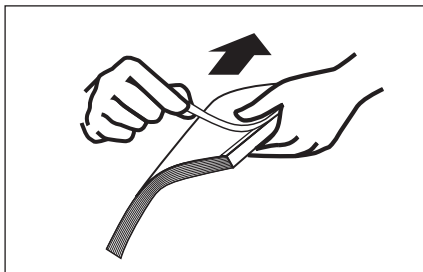

ABBILDUNG 22
8. Nehmen Sie Ihr gebundenes Dokument aus dem Kühlständer und ziehen Sie das Trennpapier des Binderückens auf der Vorderseite der Bindung zur Hälfte ab (siehe Abbildung 22). Wenn sich das Trennpapier nur schwer ablösen lässt, muss der Leim noch weiter auskühlen. In diesem Fall stellen Sie das Buch zurück in den Kühlständer und versuchen es nach ein paar Minuten erneut.